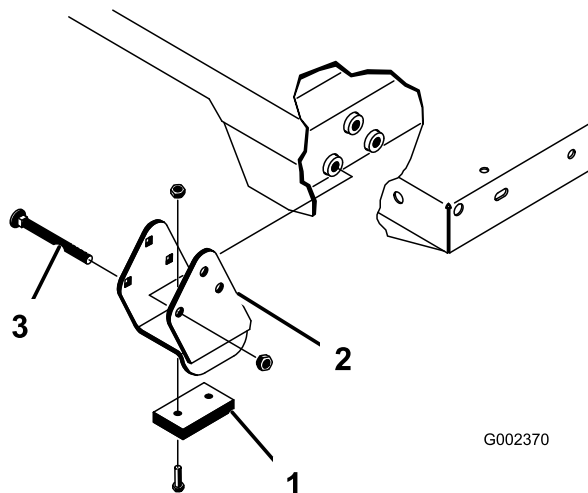

Figura 37
Nota: Certifique-se de que os suportes dos espaçadores e os bloqueios contra desgaste (Figura 37) foram instaladas na cabeça das porcas no interior da máquina.
2. Coloque a plataforma com cuidado no chassis, alinhando os orifícios posteriores da placa de articulação da plataforma com os orifícios do chassis traseiro e coloque (2) pinos de segurança e pinos de sujeição (Figura 37).
3. Depois de baixar a plataforma, fixe as extremidades da haste do cilindro às respectivas ranhuras nas chapas de montagem da plataforma com um passador de forquilha e um pino de sujeição. Introduza o passador de forquilha na parte exterior da plataforma com o pino de sujeição virado para fora (Figura 37). As ranhuras posteriores são utilizadas na instalação da plataforma completa e as ranhuras frontais para a instalação da plataforma 2/3.